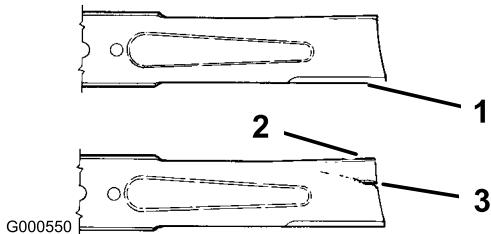

Figura 38
1. Controllate i taglienti (Figura 38). Se i taglienti non sono affilati o presentano intaccature, togliete le lame ed affilatele; vedere Affilatura delle lame.
2. Controllate le lame, in particolare l'area curva (Figura 38). In caso di danni, usura o scanalature nell'area (Figura 38, voce 3) montate immediatamente una nuova lama.